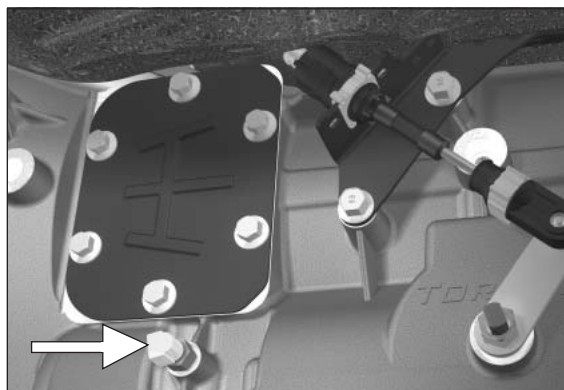

Figura 6
6. A continuación instale el codo macho a 90° (379698) en el conector adaptador. Posicione el conector en la posición de las 8 horas, mirando el conector de frente. (**Figura 6**)